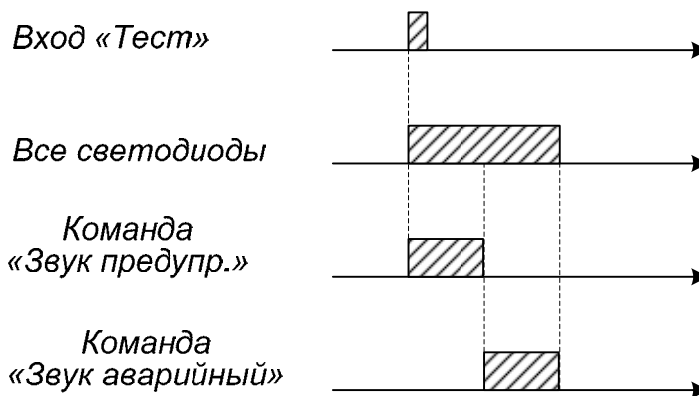

Рис. 2. Временная диаграмма тестирования устройства
3.3. Для проверки работоспособности устройства предусмотрен внешний служебный сигнал (и клавиша на клавиатуре) «Тест». При тестировании устройства одновременно загораются все сигнальные светодиоды. Одновременно устройство выдает друг за другом две команды на включение предупредительного и аварийного сигналов. Временная диаграмма тестирования устройства сигнализации представлена на рис. 2.